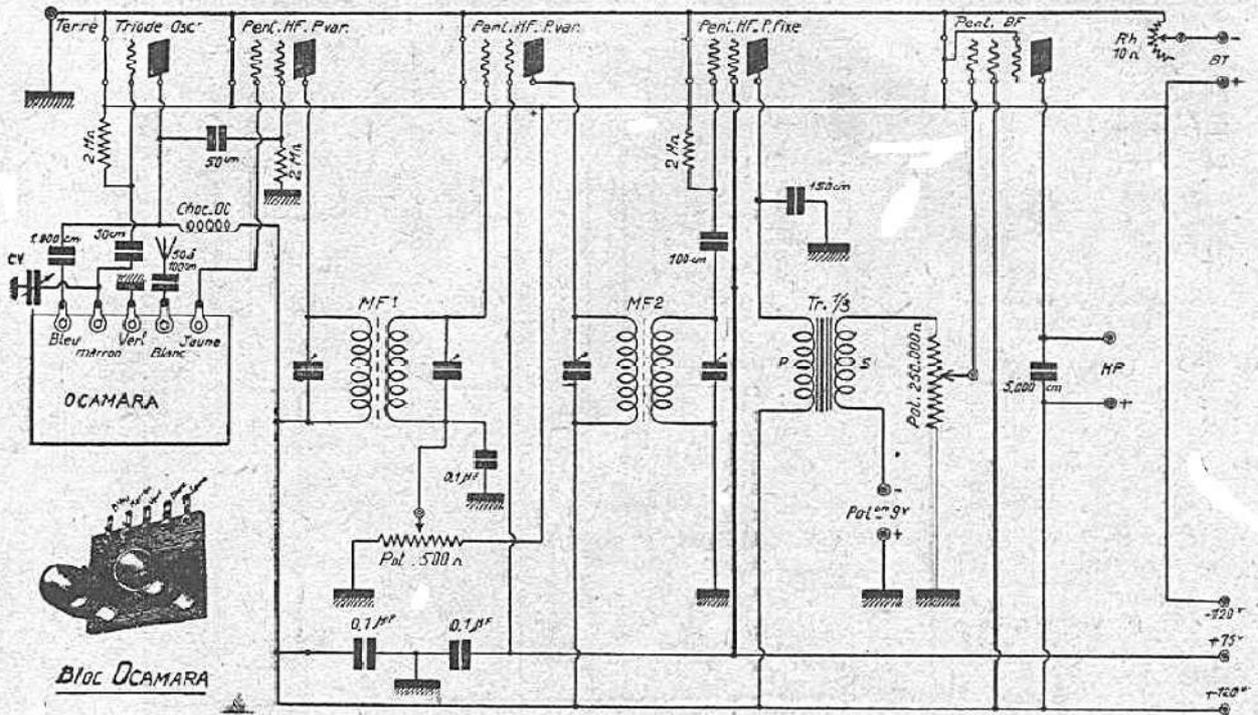

FIG. 12. — Ocamara-batteries.
Toutefois, si un amateur veut tenter l'expérience, nous avons publié assez de descriptions de postes à cristal avec **Interamara**, **Blocamara** et autres selfs pour qu'il soit superflu de faire paraître ici un plan de cablage. Puisqu'on dispose d'un enroulement en fil fin dans les **Interamaroc I, III** ou **V** qui servira de self d'antenne et d'un bobinage en gros fil qui sera utilisé pour le circuit d'accord, le montage se borne à celui de la figure 12 publié page 12 de notre fascicule « 15 Postes modernes à galène à construire soi-même » de la même collection (1). Bien des amateurs nous ont écrit que sur OC ils avaient obtenu d'excellents résultats sur antennes extérieures et que la réception des émissions entre 15 et 50 mètres n'était pas du tout chose impossible sur galène. Les essais auxquels nous nous sommes livré à Paris n'ayant pas confirmé pleinement ces expériences de lecteurs nous nous bornerons à dire que l'écoute des OC sur cristal est
naison **Ocamara**. C'est un nouveau bloc 16-50 mètres comportant selfs d'antenne et d'oscillateur et ne nécessitant qu'un seul condensateur variable de 0,46/1000^e à démultiplicateur ; le branchement est d'une simplicité qui le met à la portée d'un débutant (fig. 12) comme pour les deux précédents supers les transfos de moyenne fréquence pourront être du type 1600 kc ou 472 kc, ou même 135 kc., dans les trois cas les réceptions sont excellentes si ces transformateurs sont bien alignés.